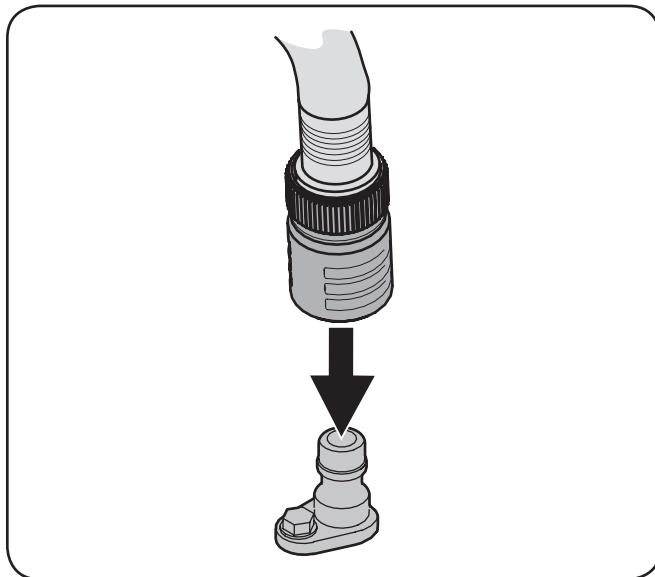

Figura 6-2
4. Una el acople de la manguera al puerto de agua que se encuentra en la superficie de la plataforma. Consulte Figura 6-2.